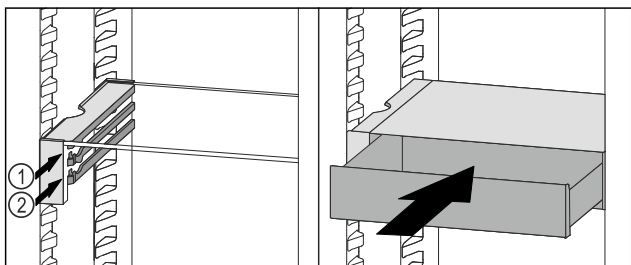

Fig. 94
- ▶ Nasadte zásuvku VarioSafe za zarážky na požadovaném žebro Fig. 94 (1) nebo Fig. 94 (2).